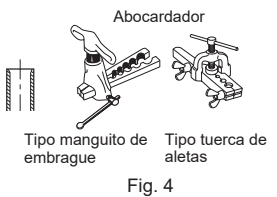

Fig. 4
- Al tender la tubería de drenaje, asegúrese de que la manguera de drenaje (1) se tiende tal y como se indica a continuación. (Fig. 4)
- 4) Labores de abocardamiento (Fig. 4, 5). Sujete firmemente el tubo de cobre de la dimensión que se muestra en la tabla. Seleccione A mm en la tabla según la herramienta que emplee.